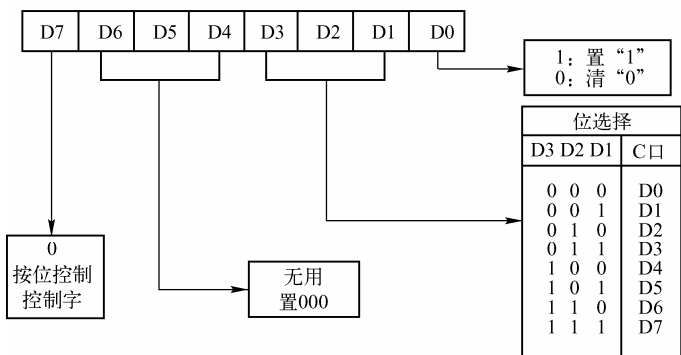

图 6.6 C 口按位置位/复位控制字的格式和定义
② C 口的按位置位/复位控制字。8255A 的 C 口各位可以按位操作，以实现某些控制功能。对控制寄存器写入一个置位/复位控制字，即可把 C 口的某一位置“1”或清“0”，而不影响其他位的状态。该控制字的格式和定义，如图 6.6 所示。其中 D7 是特征位，D7=“0”表示是置位/复位控制字；D6~D4 未用，一般置成 000；D3~D1 用来确定对 C 口的哪一位进行置位/复位操作；D0 用于对由 D3~D1 确定的位进行置“1”或清“0”。
MOV    A, #01H          ; 置 PC0=“1”，可参见图 6.6 所示